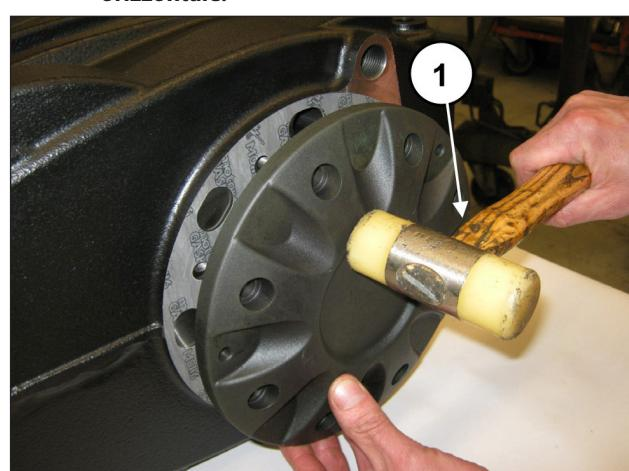

Fig. 61
Montare il coperchio cuscinetto (e relativa guarnizione) utilizzando una massa battente (pos. ①, Fig. 61)